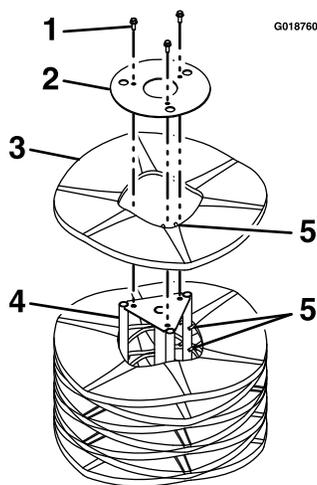

Figura 35
5. Posizionate il gruppo centrale della spazzola in verticale sull'estremità, in modo che la piastra di ritenuta terminale sia rivolta verso l'alto (Figura 35).
6. Rimuovete e conservate la bulloneria della piastra di ritenuta terminale (Figura 35).
8. Montate il/i nuovo/i segmento/i sfalsando le aste di allineamento dell'anello di metallo come illustrato nella Figura 35.